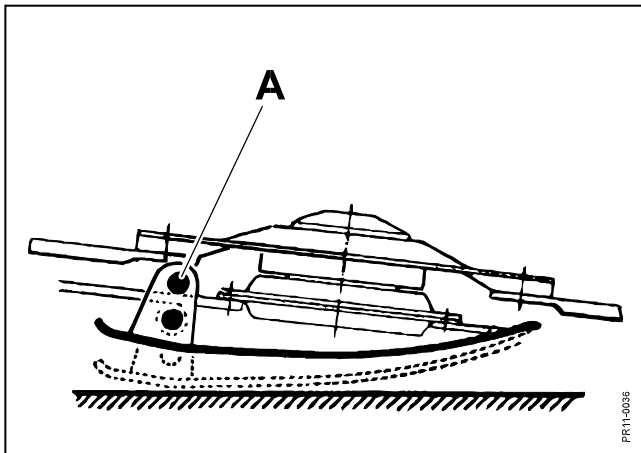

Fig. 3-11
Die Stoppelhöhe läßt sich stufenlos einstellen durch Regulierung der Neigung des Mähbalkens und durch die einstellbaren Gleitkufen. (Abb. 3-11)
- Fig. 3-11** 2) **Regulierung der Stoppelhöhe** mit den Gleitkufen und durch Einstellung der Schnittbalkenneigung.